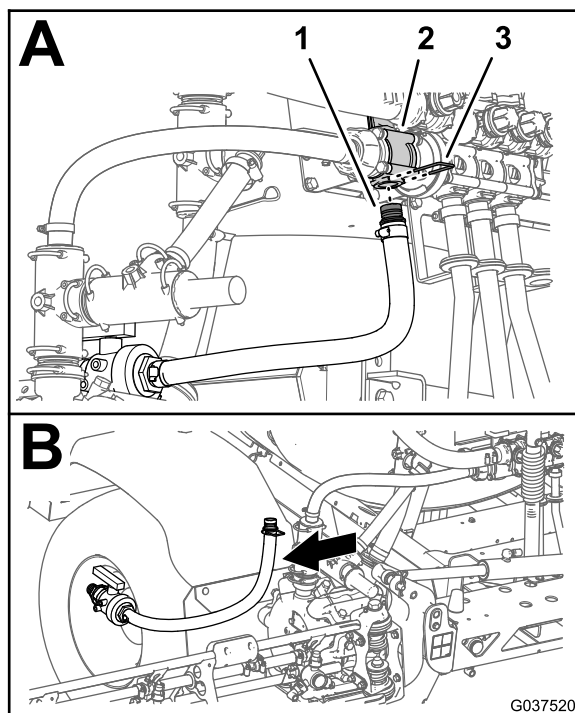

Figura 35
3. Retire o retentor que prende a união estriada reta do tubo de fornecimento de agitação à válvula de agitação (Figura 35).
4. Retire a válvula de esfera e o tubo de fornecimento de agitação da máquina (Figura 35).